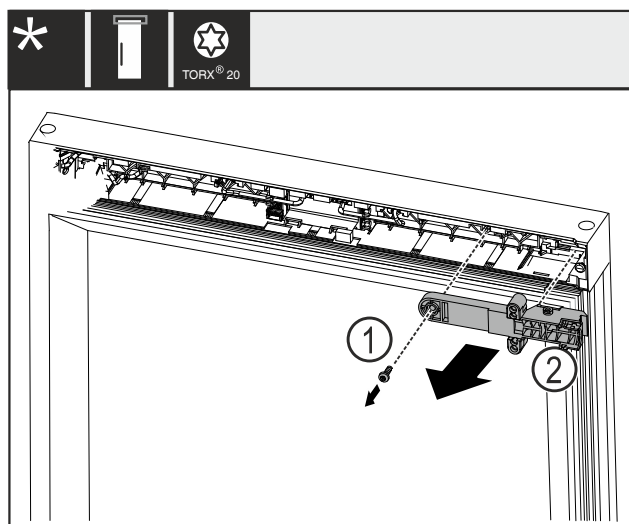

Fig. 21
- ▶ Îndepărtați șurubul Fig. 21 (1).
- ▶ Detașați piesa de fixare a încuietorii Fig. 21 (2).